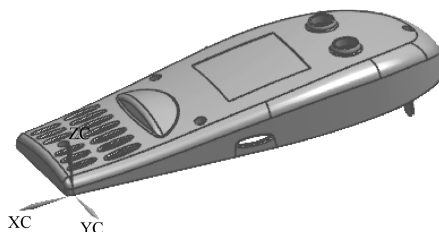

图 8-100 斜滑块外侧抽芯产品
(2) 对如图 8-100 所示的壳件产品进行斜滑块外侧抽芯设计, 源文件路径和文件名为...\Exercise\ch8\exercise_8_4\exercise_8_4.prt, 一模两件。